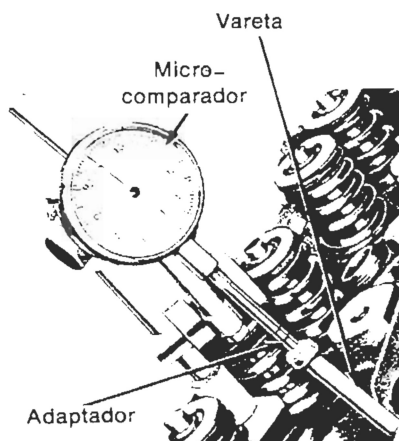

fig 1
- 3 - Instalar um micro-comparador com adaptador para vareta de extremidade esférica (fig. 1).